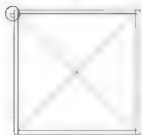

图 7-104
**步骤5:** 使用矩形工具 $\square$ , 绘制一个 $15 \times 15$ 的矩形作为拉手。再使用直线工具 $\text{---}$ 绘制直角对角线, 如图7-104所示。